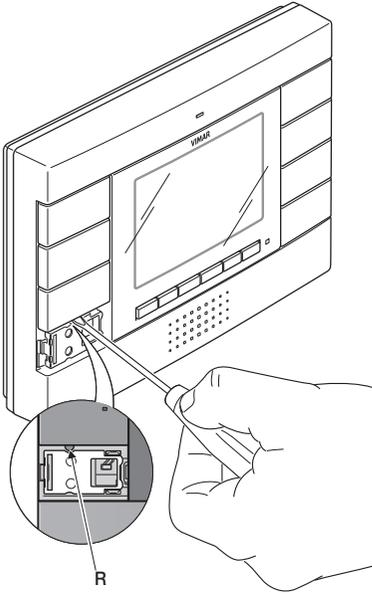

Figura 11
- Premere brevemente, mediante un cacciavite o un piccolo utensile, il pulsante **R** posto al di sotto del **tasto "C"** (figura 11);